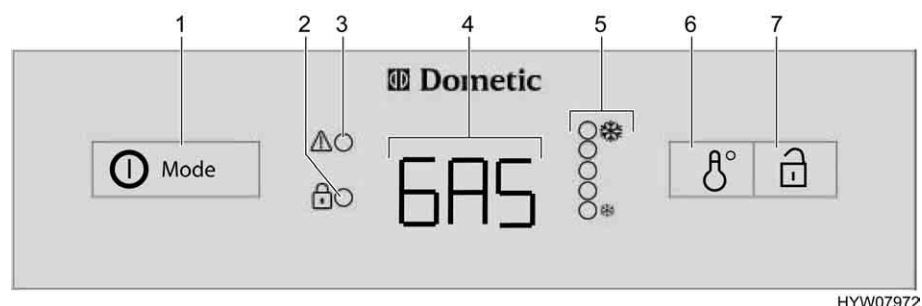

Bild 235 Bedienelemente für den Kühlschrank (Dometic 8er-Reihe mit AES)
Bei Störungen blinkt die Anzeige-LED Störung "⚠" (Bild 235,3).
Wenn Automatikbetrieb gewählt, **keine** 230-V-Versorgung angeschlossen und der Fahrzeugmotor **ausgeschaltet** ist, wählt das AES die Gasversorgung. Beim Anwählen des Gasbetriebs wird die Züandsicherung automatisch geöffnet, so dass Gas zum Brenner strömen kann. Gleichzeitig wird der elektronische Zünder eingeschaltet. Erlischt die Gasflamme, z. B. durch einen Luftzug, wird der Zünder sofort aktiviert und zündet das Gas wieder an. Bei Störung im Gasbetrieb blinkt in der Betriebsanzeige (Bild 235,4) der Text "GAS".
Nach dem Einschalten wählt der Kühlschrank automatisch die mittlere Thermostateinstellung. Diese Einstellung kann manuell mit dem Schalter für die Temperatureinstellung (Bild 235,6) nachgeregelt werden. Die Anzeige-LEDs (Bild 235,5) zeigen die gewählte Thermostateinstellung an. Mit dem Schalter wird die Kühltemperatur für alle drei Energiearten eingestellt. Es dauert einige Stunden, bis der Kühlschrank die normale Betriebstemperatur erreicht hat. Beim Umschalten der Betriebsart wird die Thermostateinstellung beibehalten. Die Kühltemperatur wird unabhängig von der Energieart beibehalten.
- Den Einschalter/Energie-Wahlschalter (Bild 235,1) 2 Sekunden lang drücken, um das Gerät einzuschalten. Die zuletzt gewählte Betriebsart wird in der Betriebsanzeige (Bild 235,4) angezeigt.
- Mit dem Einschalter/Energie-Wahlschalter (Bild 235,1) die Energieart wählen.
- Die Kühltemperatur am Schalter für Temperatureinstellung (Bild 235,6) einstellen. Die Anzeige-LEDs (Bild 235,5) zeigen die gewählte Thermostat-Einstellung.
- Den Einschalter/Energie-Wahlschalter (Bild 235,1) 2 Sekunden lang drücken. Alle Anzeigen erlöschen.